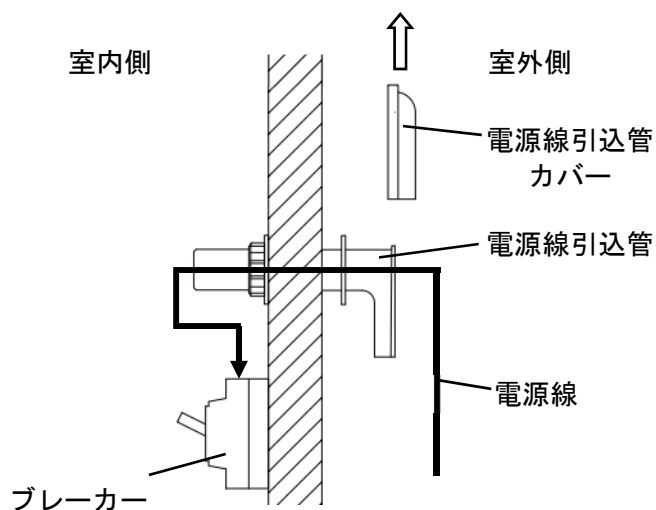

図 3.入線方法
- (1) 室外側より電源線引込管カバーを上部へスライドさせ、カバーを取り外してください。(図 3 参照)
- (2) 電源線(VVF1.6-2C)を電源線引込管に通して、室内側に引き込んでください。(図 3,4 参照)
- (3) 電源線をブレーカーに接続してください。
- (4) 電源線の接続が終わりましたら動作確認をしてください。
- (5) 電源線引込管カバーを取り付けてください。